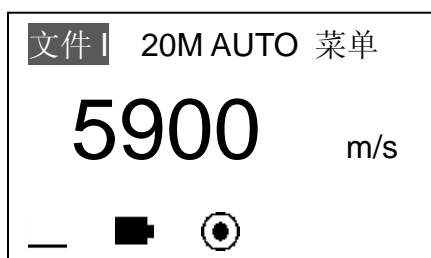

图 31
- 用 **MODE** 键将光标移至文件，图 31：
- 按 **MODE** 键将光标移至文件，按 **←** 键切换选择文件，如图 31。